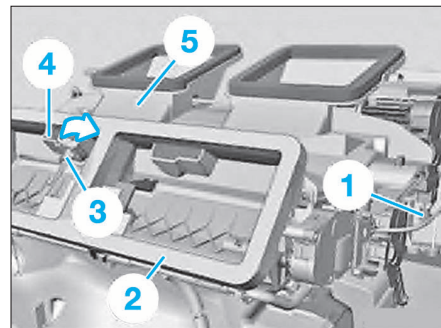

FIG. 26
- Déposer les vis (5).
- Déverrouiller et débrancher le connecteur (1) (Fig.26).
- Éliminer parfaitement et soigneusement le joint (2).
- Tourner la sonde de température de répartiteur d'air froid (3) dans le sens de la flèche et l'extraire par le haut.
- remplacer le joint (2) (Fig.26)